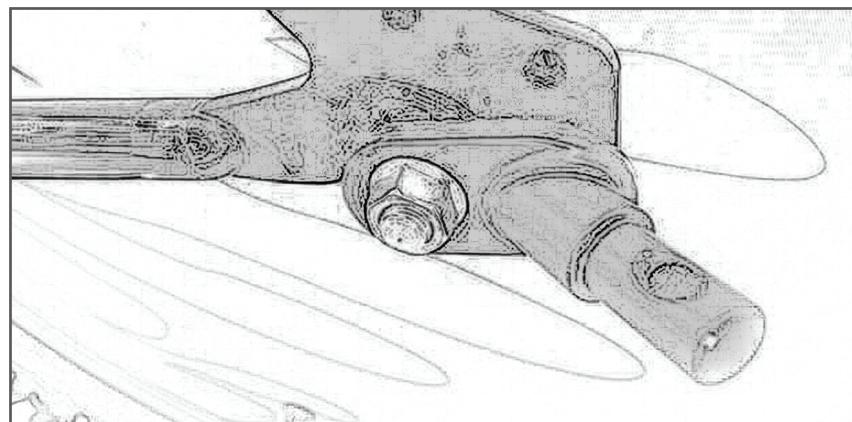

図24
2. ヒッチをバイシクル・フレームの後部車軸上に配置して車軸ナットを置き換えます。バイクの後部面のヒッチ・タブでしっかりと固定し、床面とほぼ並行になるようにしてください(図24)。